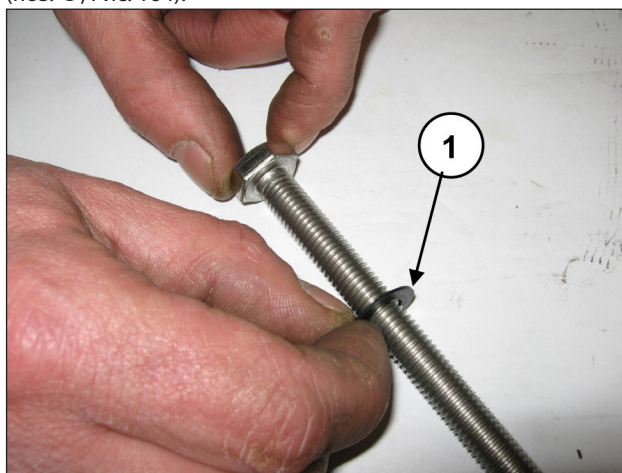

Рис. 164
Наденьте шайбу Ø10х18х0,9 на крепежный винт поршня (поз. ①, Рис. 164).